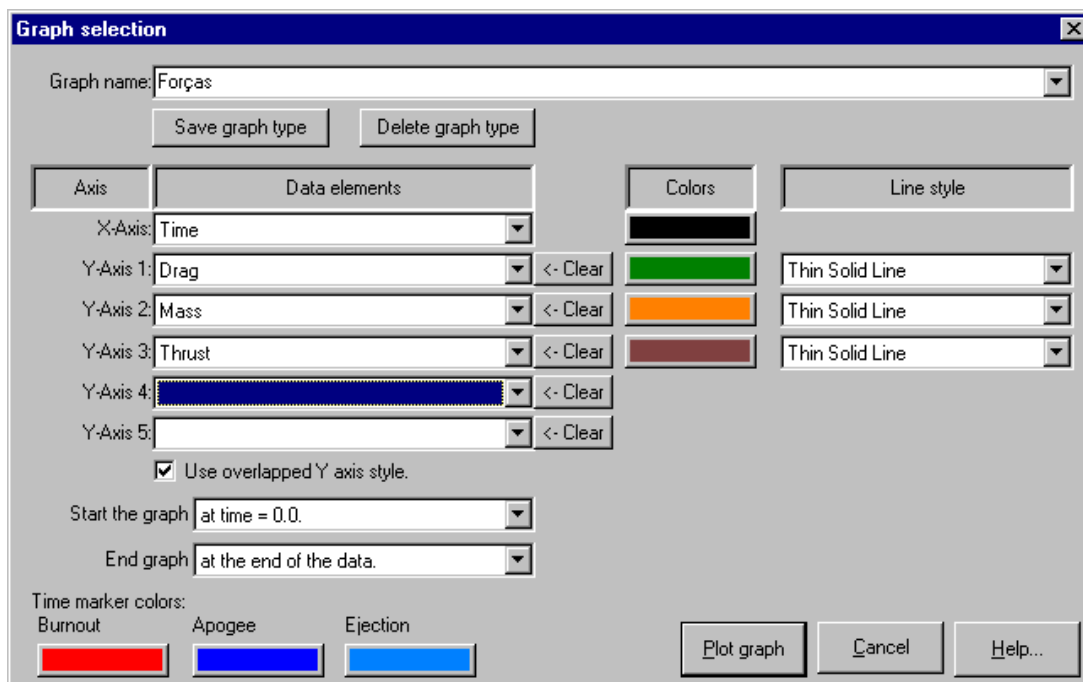
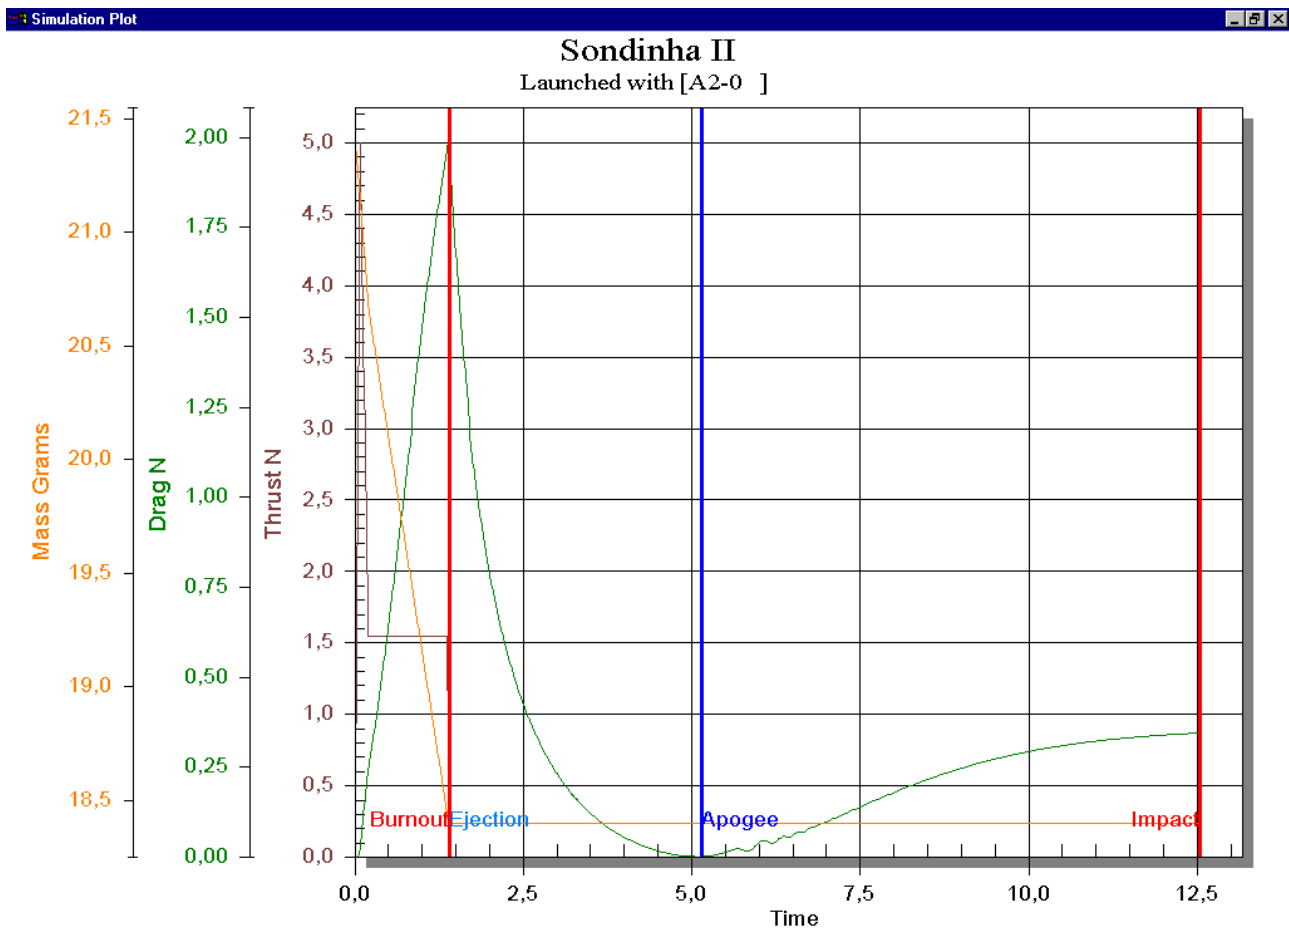

Figura 9. Configuração de gráfico de forças.
Figura 10. Gráfico resultante da configuração mostrada na Figura 9.
- (e) Outro exemplo de configuração de gráfico é mostrado na Figura 9 e seu gráfico correspondente, na Figura 10.